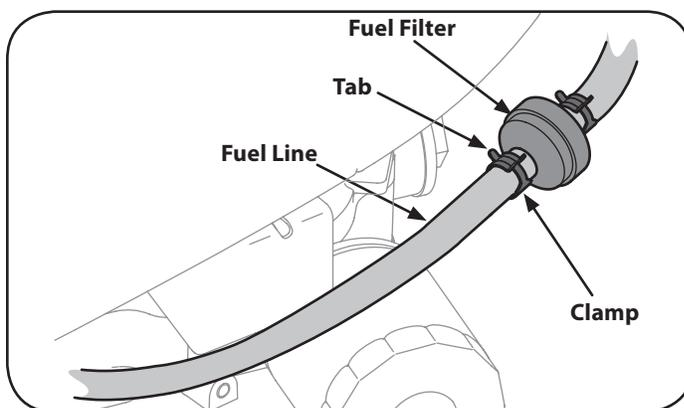

Figure 13
1. Use pinzas para apretar las pestañas de la abrazadera (el lado de la línea de fuera del filtro de combustible), a continuación, deslice la abrazadera lejos del filtro de combustible. Twist y tirar de la línea de combustible fuera del filtro de combustible. Véase la Figure 13.